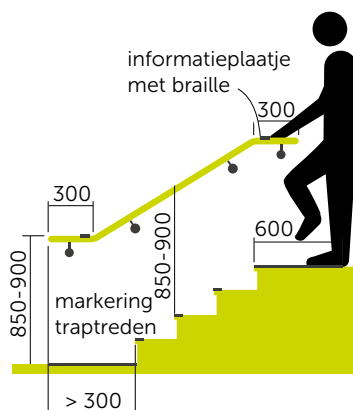

fig 39 Maatvoering voor een toegankelijke trap
- Hoogte van de leuning op 850 - 950 mm gemeten vanaf de vloer of vanaf de voorkant van de trede. (fig 39, 40 en 42)